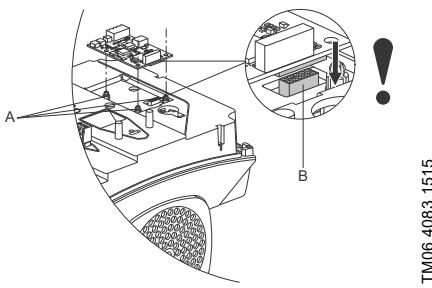

Рис. 62 Установка модуля CIM
4. Установите модуль CIM, подогнав его по пластмассовым держателям (рис. 62, А) и соединительному разъёму (рис. 62, В). Нажмите на модуль пальцем, чтобы поместить его в гнездо.